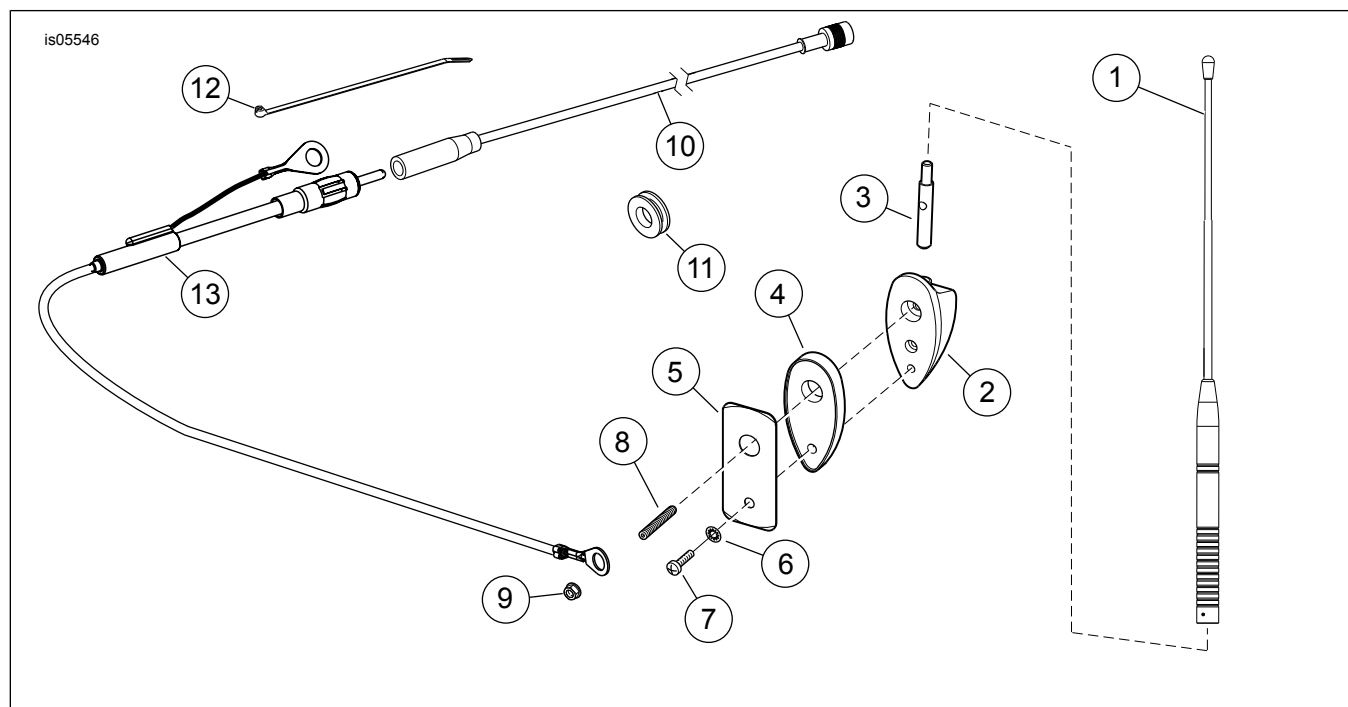

Figura 4. Peças de reposição: Kit de rádio CB de áudio avançado
Veja a Figura 4 e a Tabela 1.
1. Veja a Figura 4. Insira o adaptador (3) no furo no **topo** da base da antena (2).
2. Alinhe o furo rosqueado na LATERAL do adaptador com o furo superior no lado traseiro da base. Insira o prisioneiro rosqueado (8) no **furo superior** no lado traseiro da base e rosqueie o prisioneiro no furo do adaptador. Aperte o prisioneiro com firmeza.
3. Monte a gaxeta da base (4) na base da antena.
4. Com o adaptador (3) voltado **para cima**, posicione o conjunto da base sobre os furos feitos anteriormente na parede externa traseira da Tour-Pak. Certifique-se de que o parafuso rosqueado (8) passe através do furo maior (na parte superior).
5. Posicione a placa de reforço da antena (5) dentro da Tour-Pak. Coloque o terminal de anel sobre o prisioneiro do mastro da antena. Use a porca hexagonal com a arruela de pressão (9) para fixar a extensão do cabo, mas não aperte totalmente por enquanto.
6. Instale o parafuso TORX® (7) e a arruela de pressão pequena (6) através do furo menor (parte inferior) da placa de reforço da antena na base da antena. Aperte o parafuso com firmeza. Aperte a porca hexagonal com firmeza.
7. Instale o mastro da antena (1) no adaptador de base da antena (3).